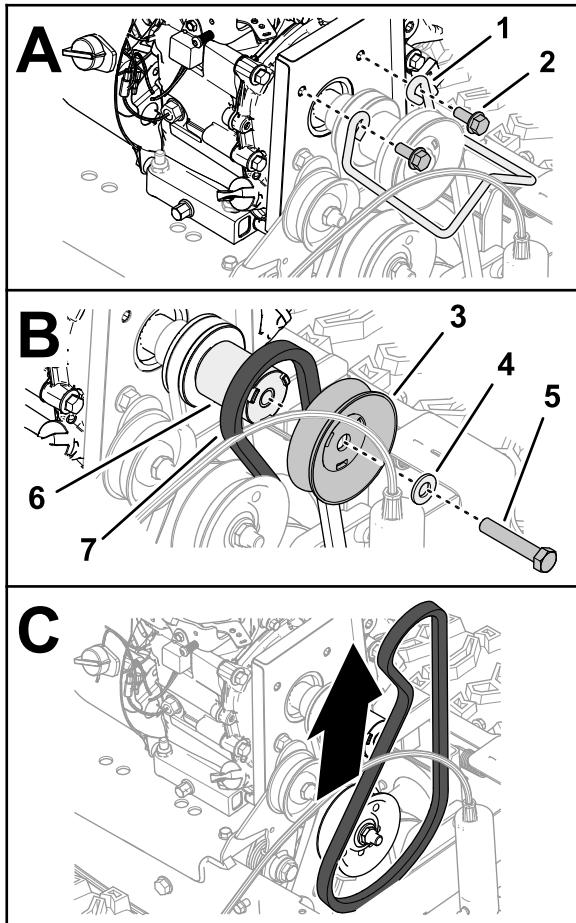

Figure 44
3. Retirez les 2 vis à embase qui fixent le guide-courroie et déposez le guide du moteur (Figure 44).
4. Retirez la vis (3/8" x 2") et la rondelle qui fixent la poulie d'entraînement de la brosse au vilebrequin du moteur, et déposez la poulie (Figure 44).